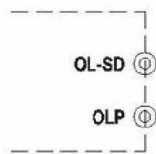

图 5.1 移除CN3的短路连接器
- (1) 移除CN3的短路连接器, 如图5.1所示, 过载保护模式为持续恒电流限制